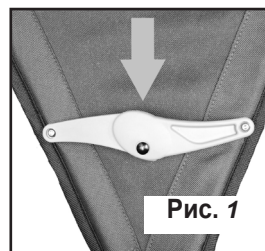
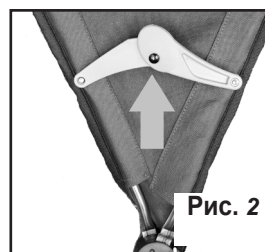

Рис. 1
Рис. 2
3. Подготовьте все компоненты, необходимые для сборки. Извлеките из пакета с деталями винт с буртиком М6 х 25 (К), стопорную шайбу (L) и плоскую шайбу (М). Подготовьте передние колеса (D).
4. Снимите упаковочные материалы со стоек передних колес (Рис. 2).
1. Расположите трубку задней корзины (G) (Рис. 1)
2. Закрепите трубку задней корзины на коляске, надев концы трубки задней корзины на трубки по бокам рамы коляски до касания с подпружиненными кнопками (Рис. 1).
3. Нажмите на подпружиненные кнопки и наденьте трубку задней корзины на трубки, пока кнопки не защелкнутся в отверстиях трубки задней корзины (Рис. 2).
4. Потяните за трубку задней корзины, чтобы проверить надежность ее крепления (Рис. 2).
Вставьте штангу рычага (1) в отверстие в основании рычага (2), пока это щелкает на место. Повторите с другой стороны (рис. 1).
1. Нажмите и удерживайте кнопку разблокировки (1), расположенную в нижней части барная стойка. Удерживая кнопку разблокировки, потяните планку снимите его с одной стороны коляски (рис. 2).
2. Закрепите основную (длинную) дугу капюшона, вставив ее концы в фиксаторы, расположенные с внешней стороны ручки рядом с подлокотниками (рис. 1).
3. Закрепите заднюю (короткую) дугу, вставив ее концы в фиксаторы, расположенные с наружной стороны ручки в верхней части задних сидений (рис. 2).
Совместите пружинный язычок (2) переднего навеса (P) через отверстие в подлокотнике ткани и в фиксатор навеса (3). Навес фиксируется на месте одним щелчком. Повторите для обеих сторон (рис. 1).
Примечание. Чтобы снять передние навесы, нажимайте на язычок пружины (2) до тех пор, пока он не выйдет из держателя навеса (3). Если язычок не отпускается легко, вы можете использовать прямую отвертку или аналогичный инструмент для нажатия на язычок (Рис. 1).
1. После того как купол прикреплен и развернут, вам понадобится нажать (1) на замок навеса, чтобы убедиться, что запертое положение (рис. 1). Чтобы снять замок навеса, просто подтолкнуть вверх.
2. Чтобы сложить передние навесы, убедитесь, что замок навеса в разблокированном положении, а затем сложите. (Рис. 2).
1. Положите коляску так, чтобы передние колеса и подставка для ног оказались снизу и были прижаты к полу (рис. 1). ПРИМЕЧАНИЕ. Пол должен быть чистым и сухим.
3. Найдите предохранительную ленту по бокам коляски (рис. 1). Слегка надавите на ручку коляски и расстегните предохранительную ленту. Для этого потяните пряжку (1), поверните ее (2) и пропустите через кольцо (3) (рис. 2 и 3).
4. Зафиксируйте коляску в сложенном положении, положив коляску на пол передними колесами и передними опорами для ног книзу. Надавите на ручку коляски и сдвиньте пластмассовую пряжку на ремешке фиксации складного механизма, продев ее через D-образное кольцо 1 и повернув крепление ремешка фиксации складного механизма Рис. 2